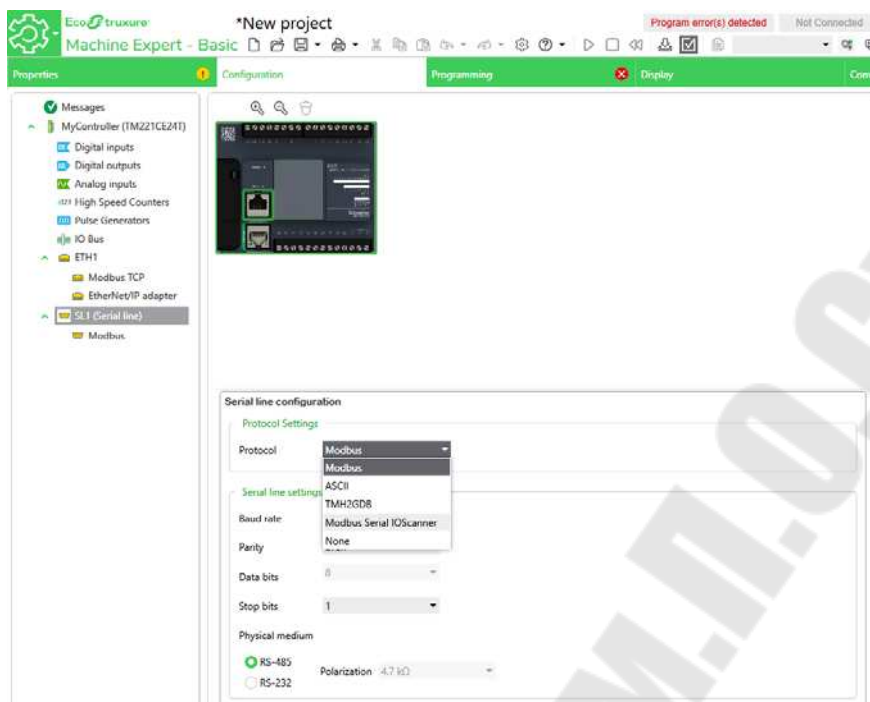

Рис. 14.5. Выбор протокола
1. В программном обеспечении *Machine Expert – Basic* перейти во вкладку «*Configura-tion*», затем выбрать подраздел «*SL1 (Serial line)*». Необходимо выбрать протокол *Modbus Serial IOScanner* (рис. 14.5).